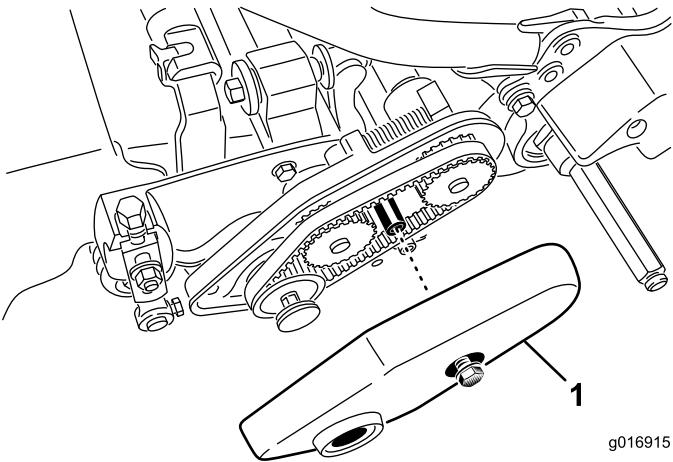

Figura 13
2. Afloje el perno que sujetla la cubierta de la correa y retire la cubierta de la correa para tener acceso a la correa (Figura 13).